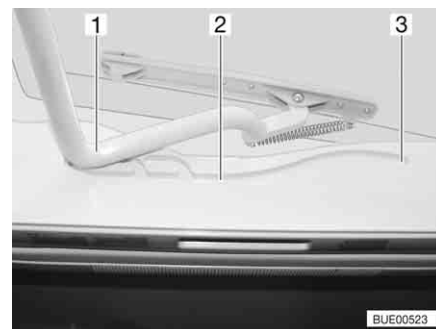

Fig. 64 Oblò Heki, guida
- Tirare la staffa (Fig. 64,1) nelle guide (Fig. 64,2) fino alla posizione più all'indietro (Fig. 64,3).
- Spingere la staffa (Fig. 64,1) leggermente verso l'alto con ambedue le mani.
- Tirare la staffa nelle guide (Fig. 64,2) fino alla posizione desiderata.